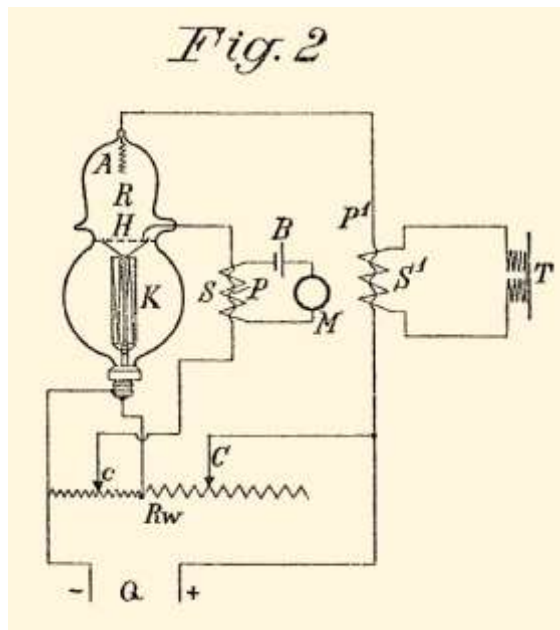

Bild 2: Schaltung der Liebenröhre mit Gitter zur Verstärkung von Wechselströmen
Die prinzipielle Schaltungsanordnung ist in Bild 2 wiedergegeben, die Wirkungsweise dieser Anordnung ist am treffendsten im Patent beschrieben, und hier wiedergegeben:
Bild 2 zeigt außerdem dass dem Gitter (H) über den Widerstand c eine Vorspannung erteilt wird.